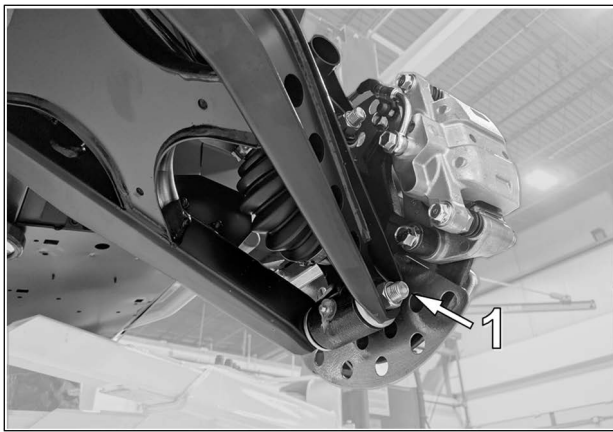

Fig. 4
- Retirer le boulon (1) qui fixe le bras de suspension inférieur au moyeu de roue. Voir la Fig. 4